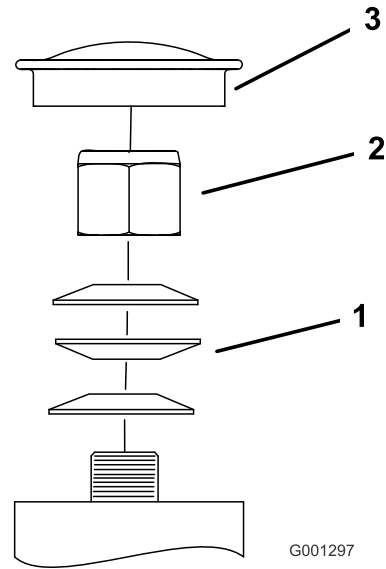

Figura 69
3. Retire el tapón guardapolvo de la rueda giratoria y apriete la contratuerca (Figura 69).
4. Apriete la contratuerca hasta que las arandelas de muelle estén planas, luego afloje la contratuerca  $\frac{1}{4}$  de vuelta para establecer la pre-carga correcta de los cojinetes (Figura 69).
**Importante:** Asegúrese de que las arandelas de muelle están correctamente instaladas, según se muestra en la Figura 69.
5. Coloque el tapón guardapolvo (Figura 69).